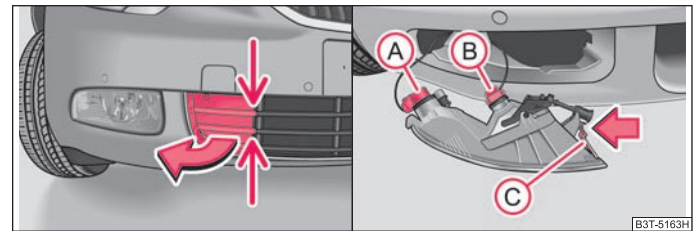

Abb. 213 Vorderer Stoßfänger: Abdeckung / Nebelscheinwerfer mit Tagfahrlicht
- Greifen Sie die Abdeckung an den mit Pfeilen gekennzeichneten Stellen ⇒ Abb. 213 - links an und nehmen Sie diese heraus.
- Führen Sie die Hand in die Öffnung, in der sich die Abdeckung befand, und drücken Sie die Federfalle (C) ⇒ Abb. 213.